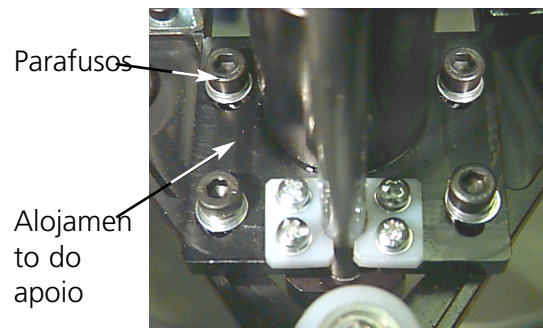

Figure 3-8
3. Os 3 parafusos de sextavado interior ao longo da abraçadeira de interface (Figura 3-7) e os 4 parafusos de sextavado interior que suportam a caixa de mancal (Figure 3-8) têm de se encontrar ligeiramente desapertados.